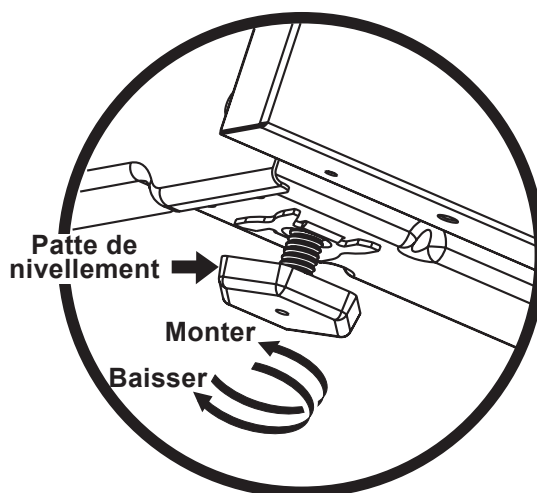

Figure 11
- Déposez un niveau à bulle sur la grille (figure 15). Prenez 2 lectures en plaçant le niveau en diagonale dans une direction, puis dans l'autre direction. Si nécessaire, ajustez les 4 vis de nivellement avec une clé à molette (voir figure 11).